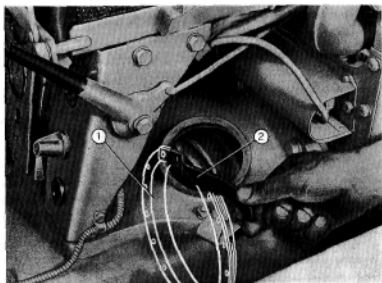

Fig. 40. - Regolazione della frizione.
**Ogni 240 ore di lavoro:** verificare la registrazione della frizione. Se, in seguito ad usura delle guarnizioni frizionanti, la manovra di innesto risulta troppo dolce e con scatto poco pronunciato nel sorpasso del punto morto, occorre procedere alle seguenti operazioni (fig. 40):